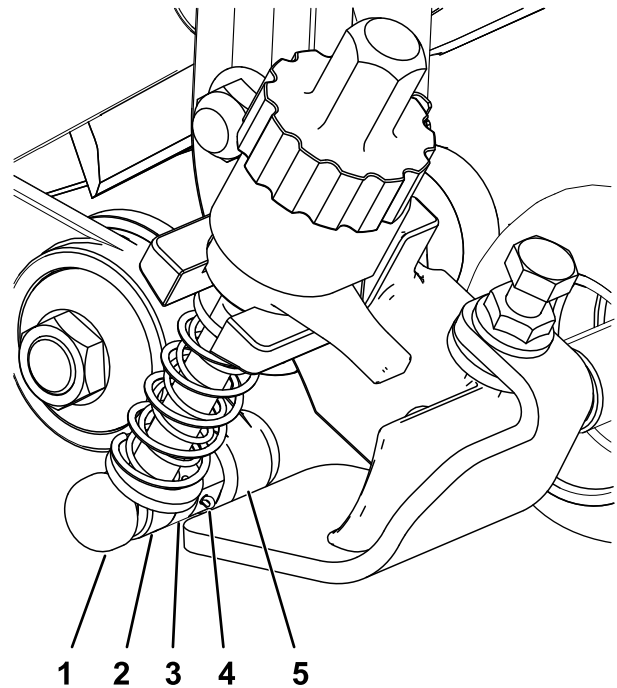

Bild 11
3. Fluchten Sie die Stange des Einstellerarms der Schnitthöhenhalterung an der Seite der Spannscheibe mit dem Stelling an der Spannscheibe aus und befestigen Sie sie mit einem Einstellerstift und Splint (Bild 11).